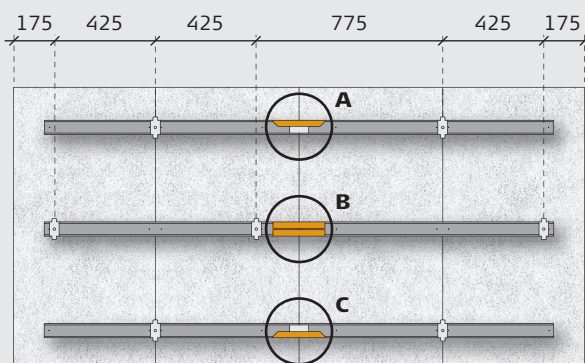

ABB. 25
**14:** Überprüfen Sie, dass die Position der Drahtseilabhängungen korrekt ist (Abb. 25) und dass die Decke stabil hängt. Drücken Sie nun die 4 U-Profile um die Verbindungen an den C60-Schienen zusammen: 1 St. an jeder der äußeren C60-Schienen und 2 St. an der mittleren C60-Schiene.